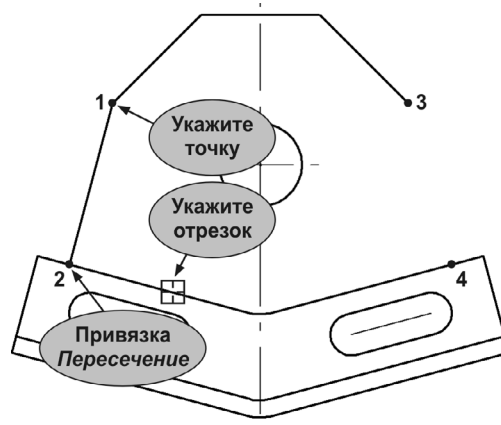

Рис. 28.20. Построение перпендикулярного отрезка
2. В ответ на запрос системы **Укажите прямую или отрезок для построения перпендикулярного отрезка** щелкните курсором в любой точке наклонного отрезка, перпендикулярно которому должен пройти отрезок 1–2 (рис. 28.20).